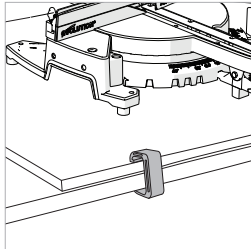

Abb. 2
- Verwenden Sie G-Klemmen, um die Montageplatte an der Arbeitsfläche zu befestigen. **(Abb. 2)**